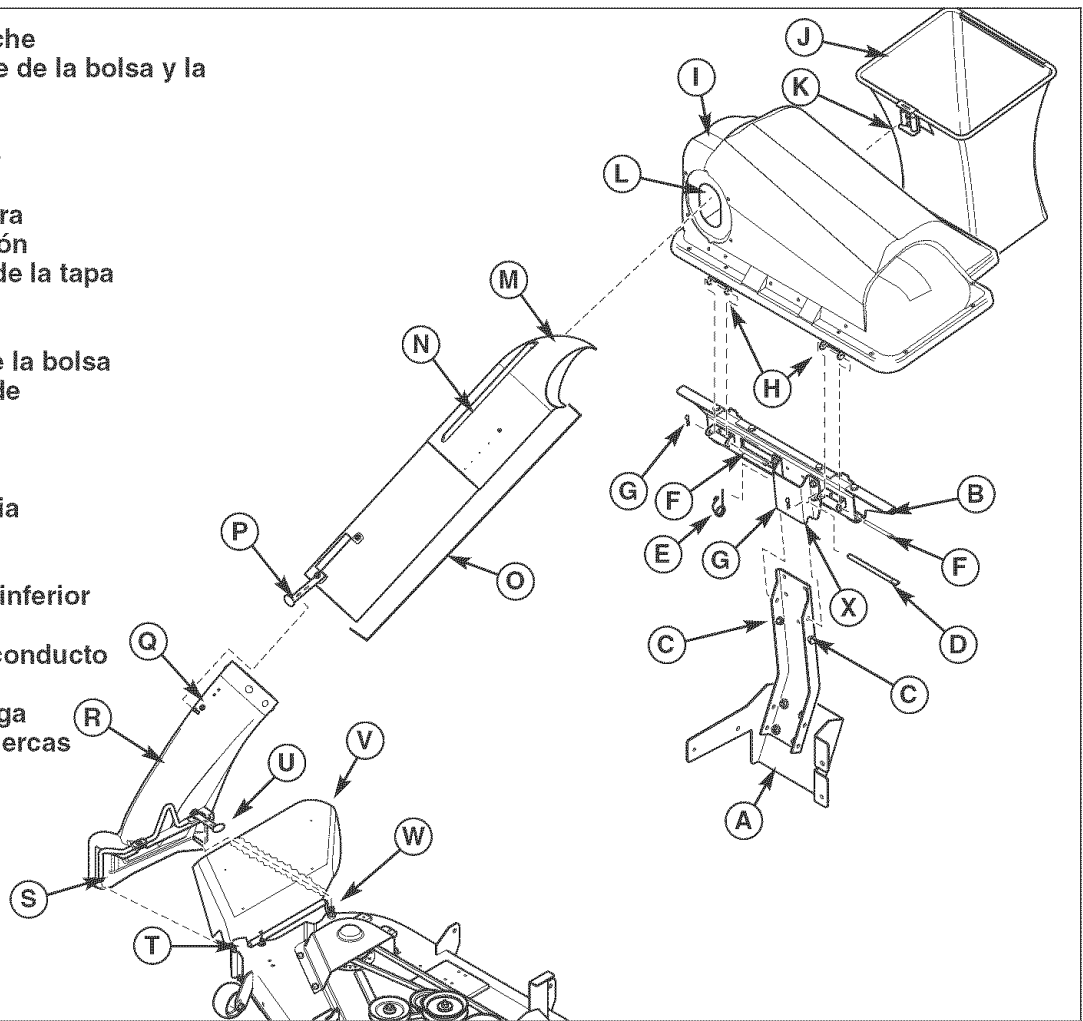

Figura 45. Instalación y retiro normal
1. Fije el conjunto de soporte de la bolsa y de la tapa (B, Figura 45) al conjunto de soporte de enganche (A) deslizando el montaje de apoyo (X) sobre el soporte vertical hasta que el montaje de apoyo (X) haga contacto completamente con los pernos de tope (C).
2. Inserte el pasador de montaje (D) a través del montaje de apoyo (X) y el soporte vertical (A) como se muestra.
3. Fije el pasador de montaje (D) con el resorte retenedor (E).
4. Fije el conjunto de tapa (I) al soporte de apoyo de la bolsa (B) con un pivote de bisagra de la tapa (H). Fije el conjunto de tapa al soporte de apoyo de la bolsa usando los pasadores de bisagra (F) y los resortes de retención (G).
1. Desconecte la banda elástica (P, Figura 45) del pasador (Q), luego retire el conjunto de tubo (O) del conducto inferior (R) y de la tapa (I).
2. Levante la tapa (I) y retire las bolsas (J) del conjunto de soporte de la bolsa y de la tapa (B).
3. Retire la tapa (I) desconectando los resortes de retención (G), luego retire ambos pasadores de bisagra (F).
4. Retire el conjunto de soporte de la bolsa y de la tapa (B) del conjunto de enganche (A) sacando el resorte retenedor (E), y luego el pasador de montaje (D).